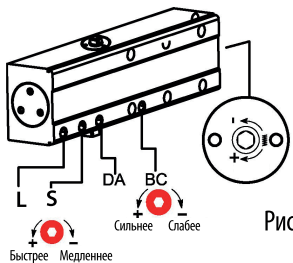

Рис. 4
- 3.1. Регулировка скорости закрывания и дохлопа. Закрутить по часовой стрелке винты S и L. Плавно выкручивая винт S, установить необходимую скорость закрывания доводчика в диапазоне от 150° (от 115° для усилия 5) до 15°. Плавно выкручивая винт L, установить необходимую скорость дохлопа в диапазоне от 15° до 0°. При повороте по часовой стрелке скорость уменьшается, при повороте против - увеличивается (рис. 4).
- 3.2. Регулировка сопротивления тормоза открывания (функция BC) устанавливается винтом BC. При повороте по часовой стрелке сопротивление увеличивается, при повороте против - уменьшается (рис. 4).
- 3.3. Отрегулировать время задержки доводчика в открытом положении (функция DA), при повороте винта DA по часовой стрелке, время увеличивается, при повороте против - уменьшается (рис. 4).